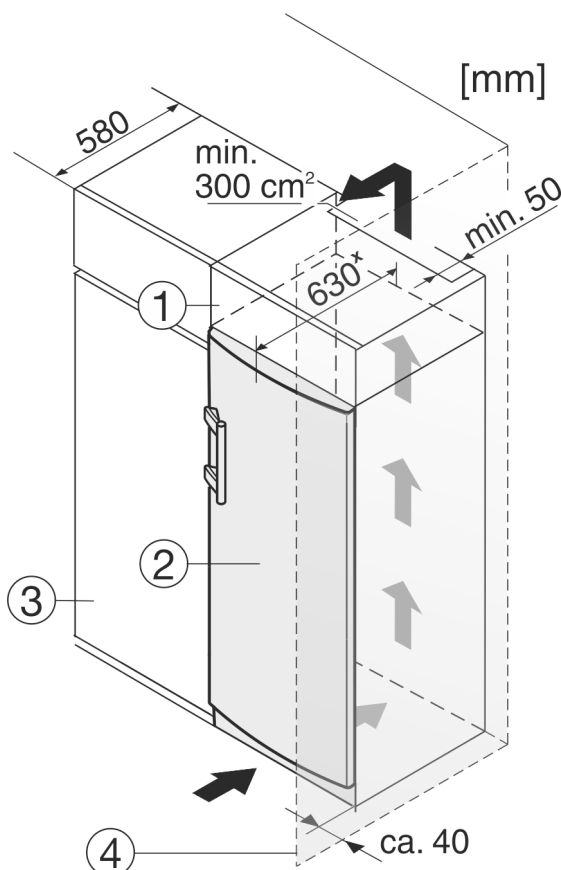

Fig. 12
Het apparaat kan in keukenkasten worden ingebouwd. Om het apparaat Fig. 12 (2) aan de hoogte van het keukenblok aan te passen, kan boven het apparaat een opzetkast Fig. 12 (1) worden aangebracht.
Bij een ombouw met keukenkasten (diepte max. 580 mm) kan het apparaat direct naast de keukenkast Fig. 12 (3) worden opgesteld. Het apparaat steekt er zijdelings 34 mm * en in het apparaatmidden 50 mm * ten opzichte van de keukenkastfront uit.
Als het apparaat met de scharnieren naast een wand Fig. 12 (4) wordt geplaatst, moet de afstand tussen het apparaat en de wand minimaal 40 mm bedragen. Dit komt overeen met de uitsteekmaat van de handgreep bij geopende deur.